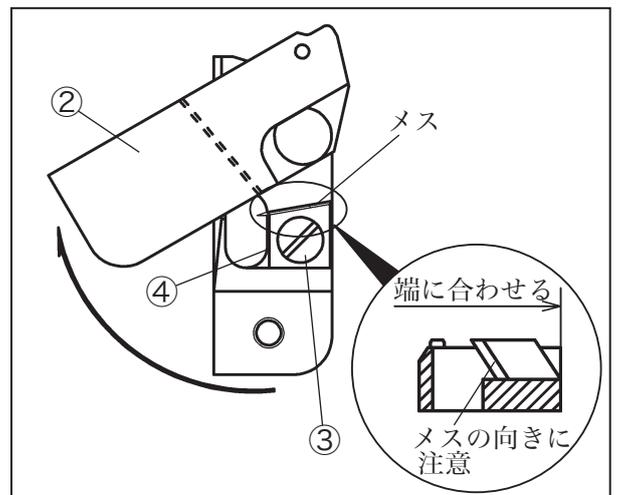

図 4-2
(図 4-2 参照)
- (3) メスを交換する。メスの向きと位置は図 4-2 を参照。
- (4) 止ネジ③を締め付け、メスを固定する。
- (5) 空糸押エ板②のピン穴とメス溝をピン、メスにそれぞれ合わせ元に戻す。